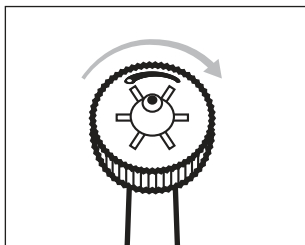

Rys. 4
- ♦ Obróć regulator dyszy ❶ palcami w lewo w celu ustawienia pojedynczego strumienia do precyzyjnego usuwania resztek pokarmu w trudno dostępnych miejscach (patrz rys. 4 i 5).